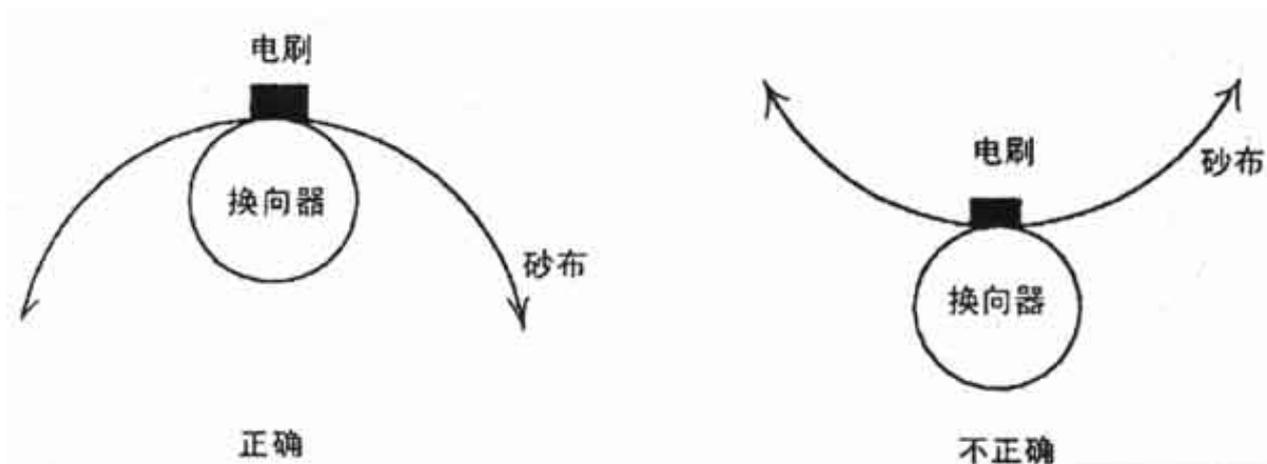

图 8 研磨电刷示意图
4.3.1 电刷与换向器工作面应有良好的接触, 电刷压力正常为 $0.15-0.25\text{Kgf/cm}^2$ 。电刷在刷握内应能滑动自如, 其与刷盒之间间隙应适量 (0.15mm 左右)。电刷磨损或损坏时, 应以牌号及尺寸与原来相同的电刷更替之, 并且用“0”号砂布进行研磨, 砂面向电刷, 背面紧贴于换向器, 研磨时随换向器作来回移动, 如图 8 所示。